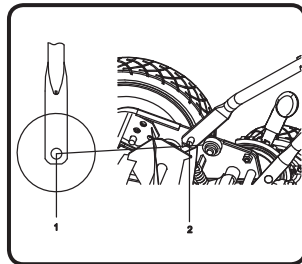

Fig. 3
- Placez l'une des ouvertures rondes au bas de la poignée sur l'une des tiges en acier sur le châssis de la tondeuse, en veillant tout particulièrement à la position de la poignée. Exercez ensuite une pression latérale lente sur l'autre poignée inférieure jusqu'à ce qu'elle se mette en place dans la tige en acier et au-dessus de celle-ci. Ne touchez pas les lames (Fig.3).